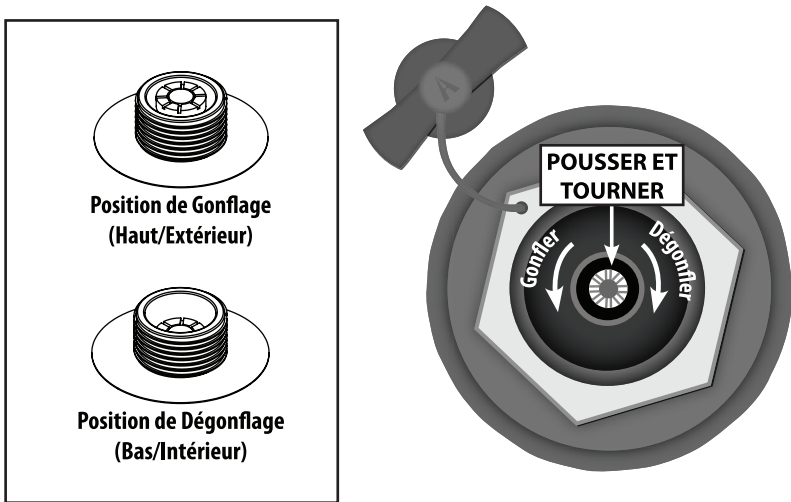

Figure 1. Gonflage/ Dégonflage Valve à ressort
2. Poussez les tiges de la valve vers l'intérieur et faites-les pivoter pour dégonfler (voir figure 1).